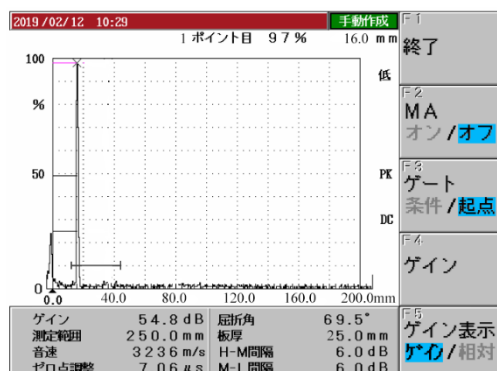
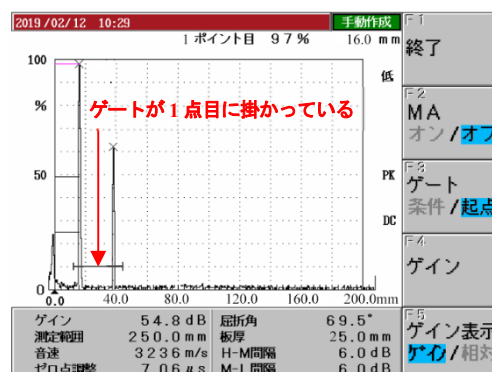
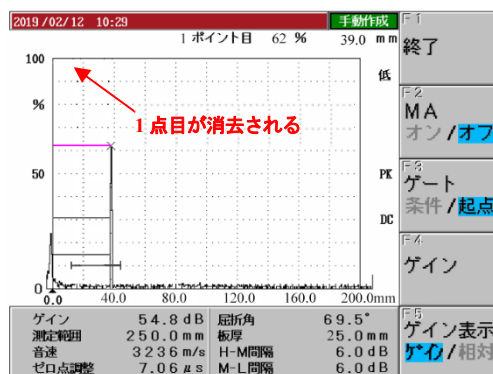

図 16 DAC 1 点目作成時の探傷図形
図 17 DAC 2 点目作成時の不適切なゲートの掛け方
図 18 ゲートが不適切で DAC 2 点目作成時に 1 点目が消去された例
- ④ 同様に DAC 作成時には目的とするエコーのみにゲートをかける必要がある。図 16 は DAC の 1 点目を作成した時点の探傷図形である。2 点目の作成の際にゲートが 1 点目のビーム路程にかかっていると(図 17), 2 点目をプロットした際に 1 点目が消去される(図 18)。